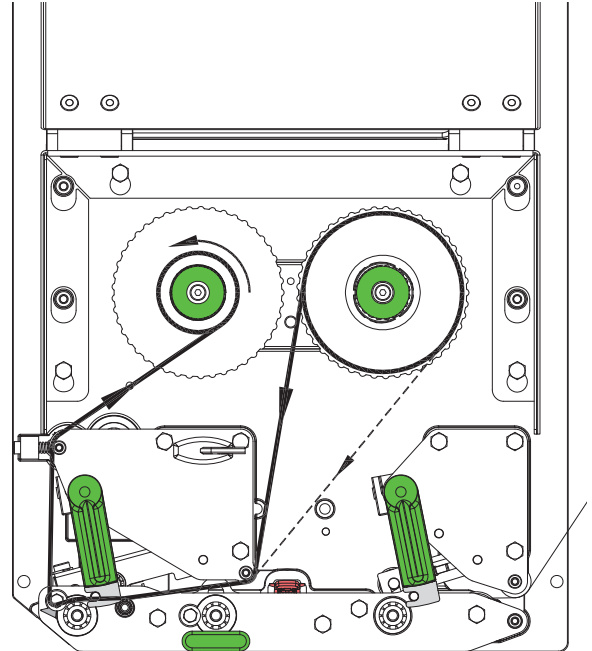

Bild 10 Transferfolienlauf
2. Hebel (6) in Gegenuhrzeigerrichtung drehen, um den Druckkopf anzuheben.
3. Transferfolienrolle (3) so bis zum Anschlag auf den Abwickler (4) schieben, dass die Farbbeschichtung der Folie beim Abwickeln nach unten weist. Beim Abwickler (4) ist keine Rotationsrichtung vorgegeben.
4. Transferfolienrolle (3) festhalten und Drehknopf (5) am Abwickler gegen den Uhrzeigersinn drehen, bis die Transferfolienrolle fixiert ist.
5. Geeigneten Transferfolienkern (1) auf den Transferfolienaufwickler (2) schieben und in gleicher Weise fixieren.
6. Transferfolie wie in Bild 10 durch die Druckmechanik führen.
7. Transferfolienanfang mit einem Klebestreifen am Transferfolienkern (1) fixieren. Hierbei die Rotationsrichtung des Transferfolienaufwicklers entgegen dem Uhrzeigersinn beachten.
8. Transferfolienaufwickler (2) entgegen dem Uhrzeigersinn drehen, um den Transferfolienlauf zu glätten.
9. Hebel (6) in Uhrzeigerrichtung drehen, um den Druckkopf zu verriegeln.